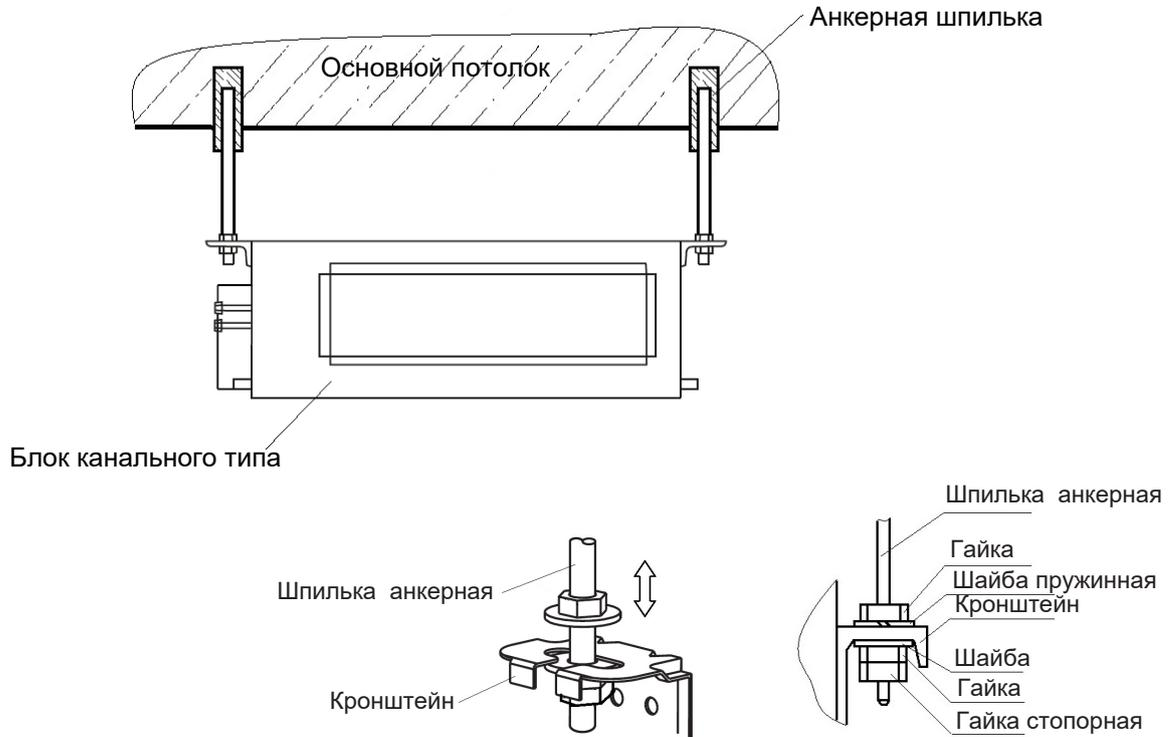

Рис.2.10
- Внутренние блоки канального устанавливаются с использованием анкерных шпилек на основном потолке (рис.2.10). Потолок, анкерные шпильки и место установки шпилек должны выдерживать вес внутреннего блока.